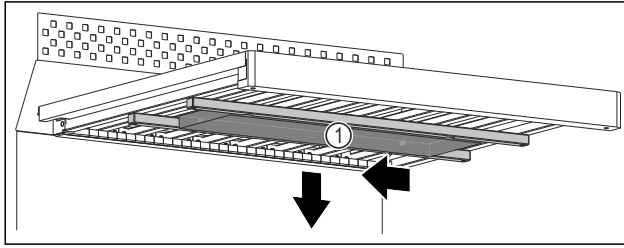

Fig. 111
- ▶ Посуньте водяну камеру Fig. 111 (1) ліворуч.
- ▶ Дістаньте водяну камеру Fig. 111 (1) рухом донизу.